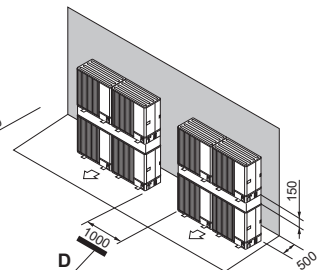

Fig. 2-18
- (7) Disposição de unidades sobrepostas (Fig. 2-18)
- D: Espaço (Fig. 2-18)